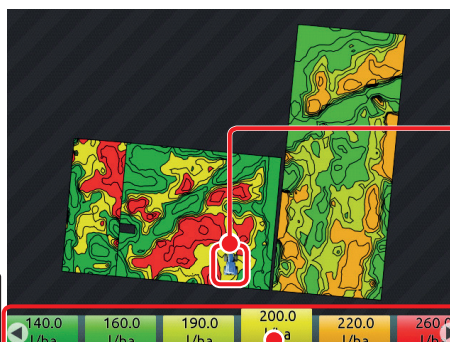

Fig. 340
- 2 Tryck **F6** för att se menyn **Prescription map** (Fig. 340).